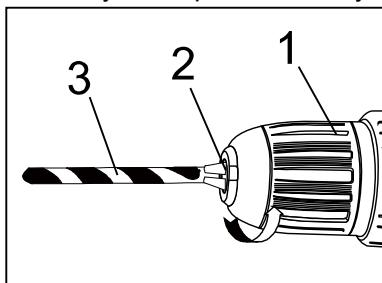

Рис.9
Поверніть гільзу патрона (1) в напрямі за годинниковою стрілкою, поки губки патрона (2) не зайдуться рівномірно і оснащення не буде надійно затиснене (Рис. 9).